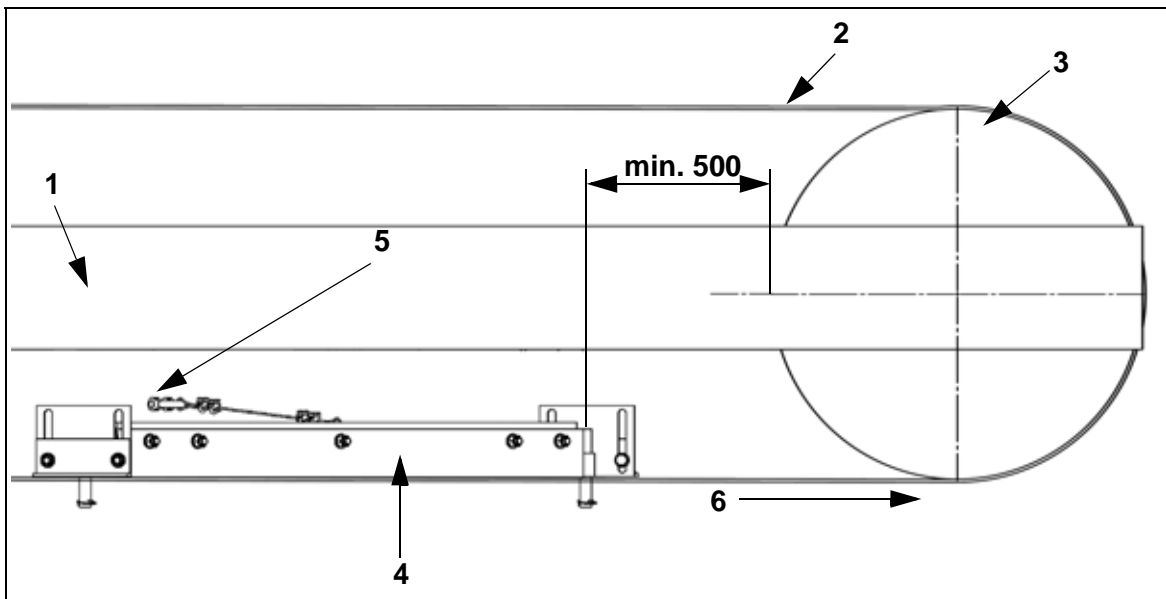
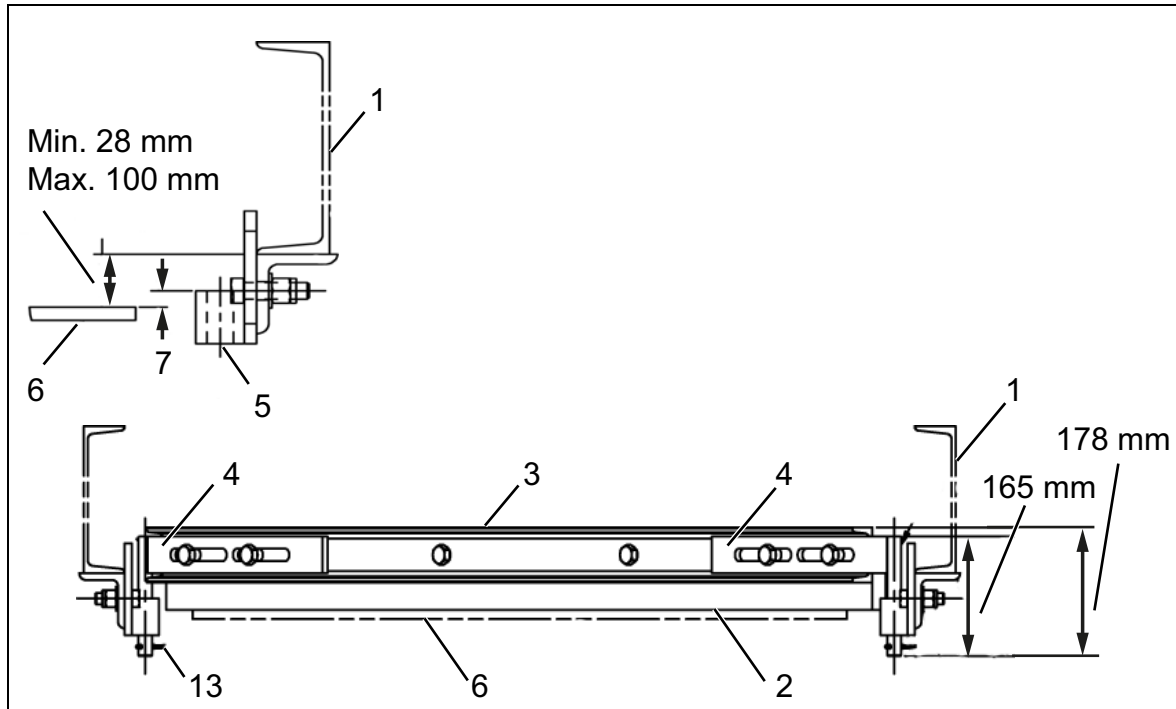

Abb. 1: Abstand der Installationsposition zur Kehrtrommel
Abb. 3: Installation des Diagonalabstreifers
1. Den Abstreifer (5, Abb.1) auf der Unterseite des Förderbandes einschieben.
Den Abstreifer möglichst vor die Kehrtrommel (3, Abb.1) an einem straffen oder durch eine Druckrolle gestützten Förderbandabschnitt positionieren (Abb.1). (Die Lage des Förderbandes zum Traggerüst der Förderanlage ist in Abb.3 dargestellt.).
5. Die Klappsplinte (13, Abb.3) vom Diagonalabstreifer entfernen.
1. Den Abstand der Oberseite der Aufnahmebuchse (5, Abb.3) zur Oberseite des Förderbands auf 16 mm (7, Abb.3) einstellen. Dies für beide Seiten durchführen.
4. Die Haltewinkel (4, Abb.3) beidseitig am Rahmen (3, Abb.3) lösen.
5. Das Abstreiferblatt (2, Abb.3) muss zentriert auf dem Förderband (6, Abb.3) aufliegen. Dazu ggf. den Rahmen verschieben.